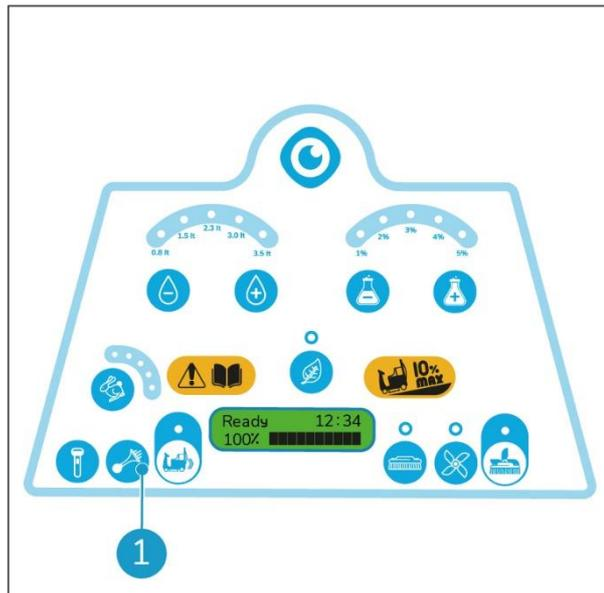

Figure 25
1. Appuyez sur le bouton du klaxon (Figure 25, pos. 1) pour faire retentir l'avertisseur sonore.